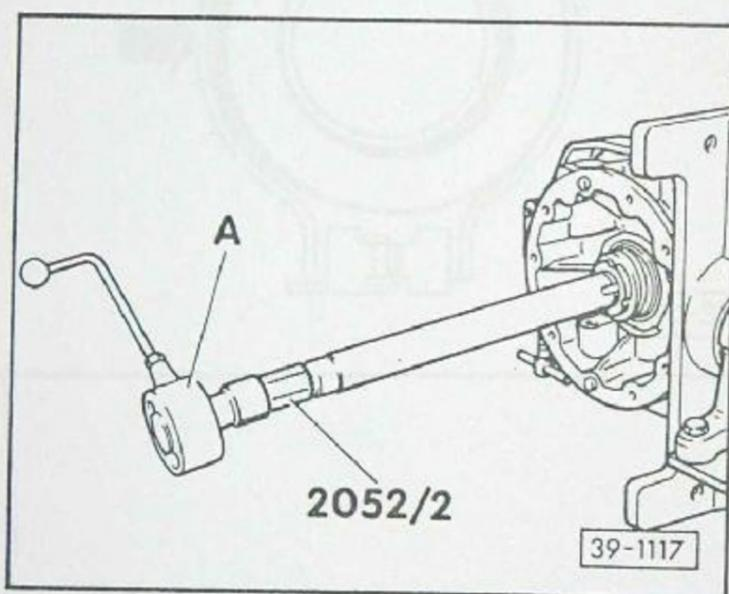

Fig. 6 Couple de friction du roulement à double rangée de rouleaux coniques: vérification
- Contrôler le couple de friction – fig. 6, 7 et 8